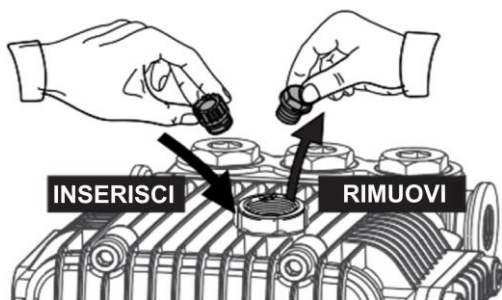

Fig. 5
- Inserire il tappo di sfiato della pompa nella pompa. Vedere la Fig. 5 per l'illustrazione.